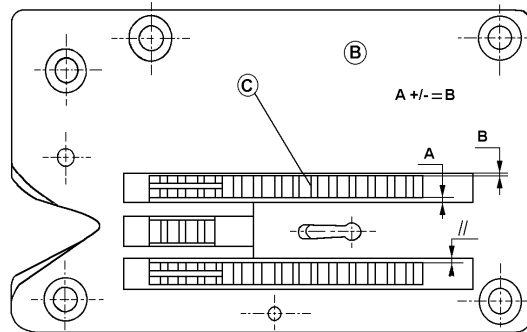

Fig : 19
- Consulte la Fig: 19. Mira los dientes de arrastre (**DO**) desde la parte superior. Los lados de los dientes de arrastre (**DO**) deben ser paralelos a los lados de las ranuras de la placa de garganta (**SEGUNDO**).